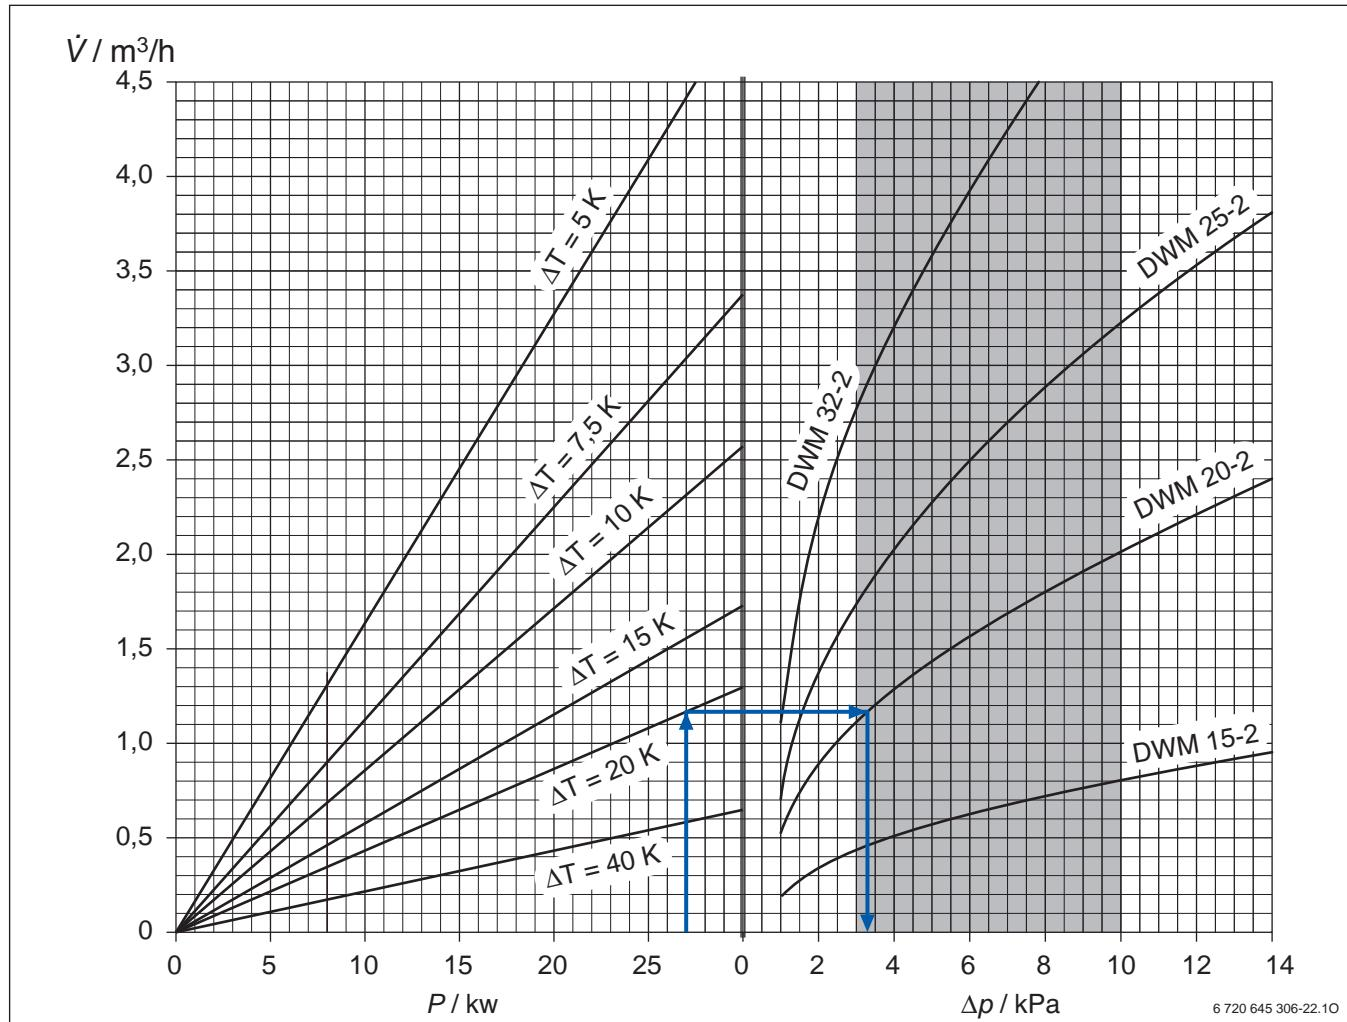

Bild 39 Auslegungsdiagramm für 3-Wege-Mischer
Um eine gute Reglercharakteristik zu erreichen, muss der Druckverlust im Mischer gleich dem Druckverlust des sogenannten „mengenvariablen“ Teils des Rohrnetzes sein, also ebenfalls  $\sim 3,0 \dots 10,0 \text{ kPa}$ . Dieser Zusammenhang liegt dem Auslegungsdiagramm (Bild 39) zugrunde.
- ▶ In der linken Hälfte von Bild 39 den Schnittpunkt von der Leistungslinie und der Temperaturdifferenzlinie suchen.
- ▶ In der linken Hälfte von Bild 39 den Schnittpunkt von der Leistungslinie und der Temperaturdifferenzlinie suchen. Dieser Schnittpunkt liegt bei einem Durchfluss von  $\sim 1,16 \text{ m}^3/\text{h}$ .